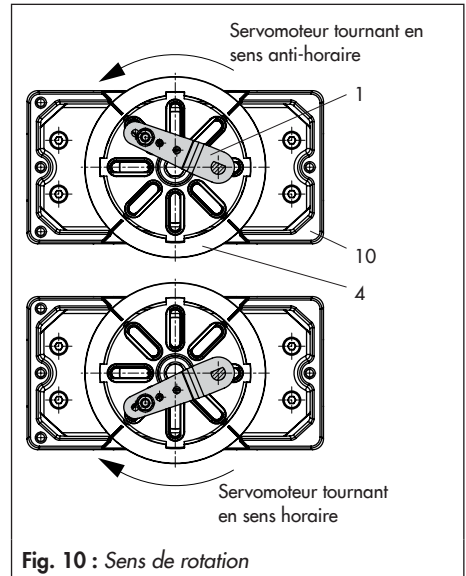

Fig. 10 : Sens de rotation
5. Dévisser et retirer le palpeur standard (2) situé sur le levier M (1) du positionneur. Visser le palpeur (\varnothing 5 mm) fourni dans le kit de montage en position 90° .
6. Pour le bloc manomètres (7) avec les manomètres sur le positionneur, ou l'embout taraudé G $\frac{1}{4}$, monter la plaque de raccordement (6) en s'assurant que les deux joints (6.1) sont positionnés correctement. Pour les servomoteurs rotatifs sans ressorts à double effet, un amplificateur-inverseur est nécessaire pour le montage sur servomoteur, cf. chapitre 5.8.
8. Placer et visser le positionneur sur le corps (10). Aligner le levier (1) de sorte que son palpeur s'insère dans la fente correspondante en tenant compte du sens d'action du servomoteur (Fig. 10).